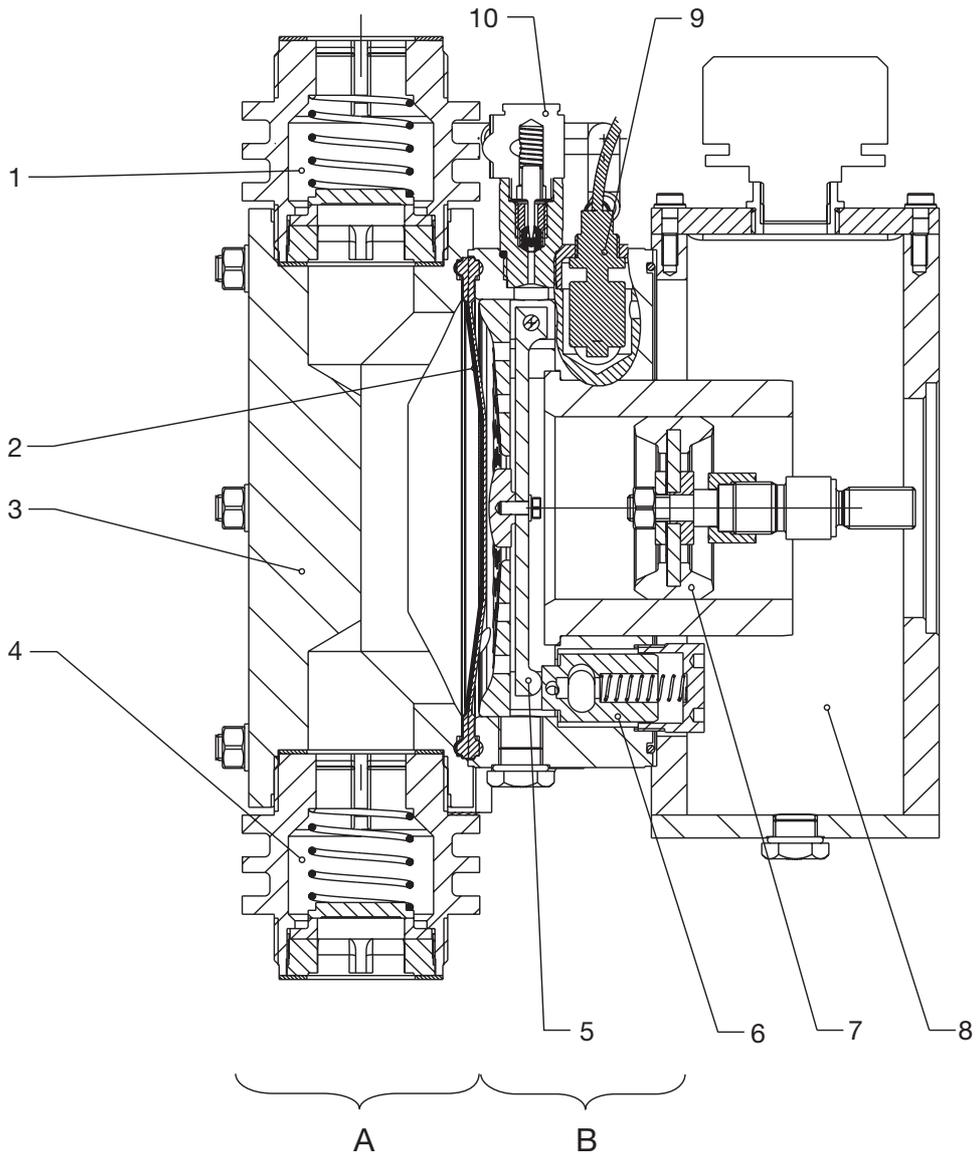

Fig. 12 Fonctionnement TZHa
La pompe a un **limiteur de pression** (voir fig. 12) dans le module hydraulique. Le limiteur de pression protège la pompe (pas l'installation) en association avec le capteur de surpression (9) pour permettre une commutation de la pompe en cas de pression de refoulement excessive (= sécurité contre les surpressions). Si le côté refoulement du module de dosage est bloqué, le limiteur de pression s'ouvre à la surpression réglée et laisse l'huile hydraulique retourner dans le réservoir (8). Le capteur de surpression (9) en aval du limiteur de pression s'ouvre alors et son signal (contact) arrête immédiatement la pompe (à réaliser par le client !). Si l'installation est redémarrée dans la plage de pression admise, le module hydraulique se remplit en quelques impulsions via la soupape de compensation (6).